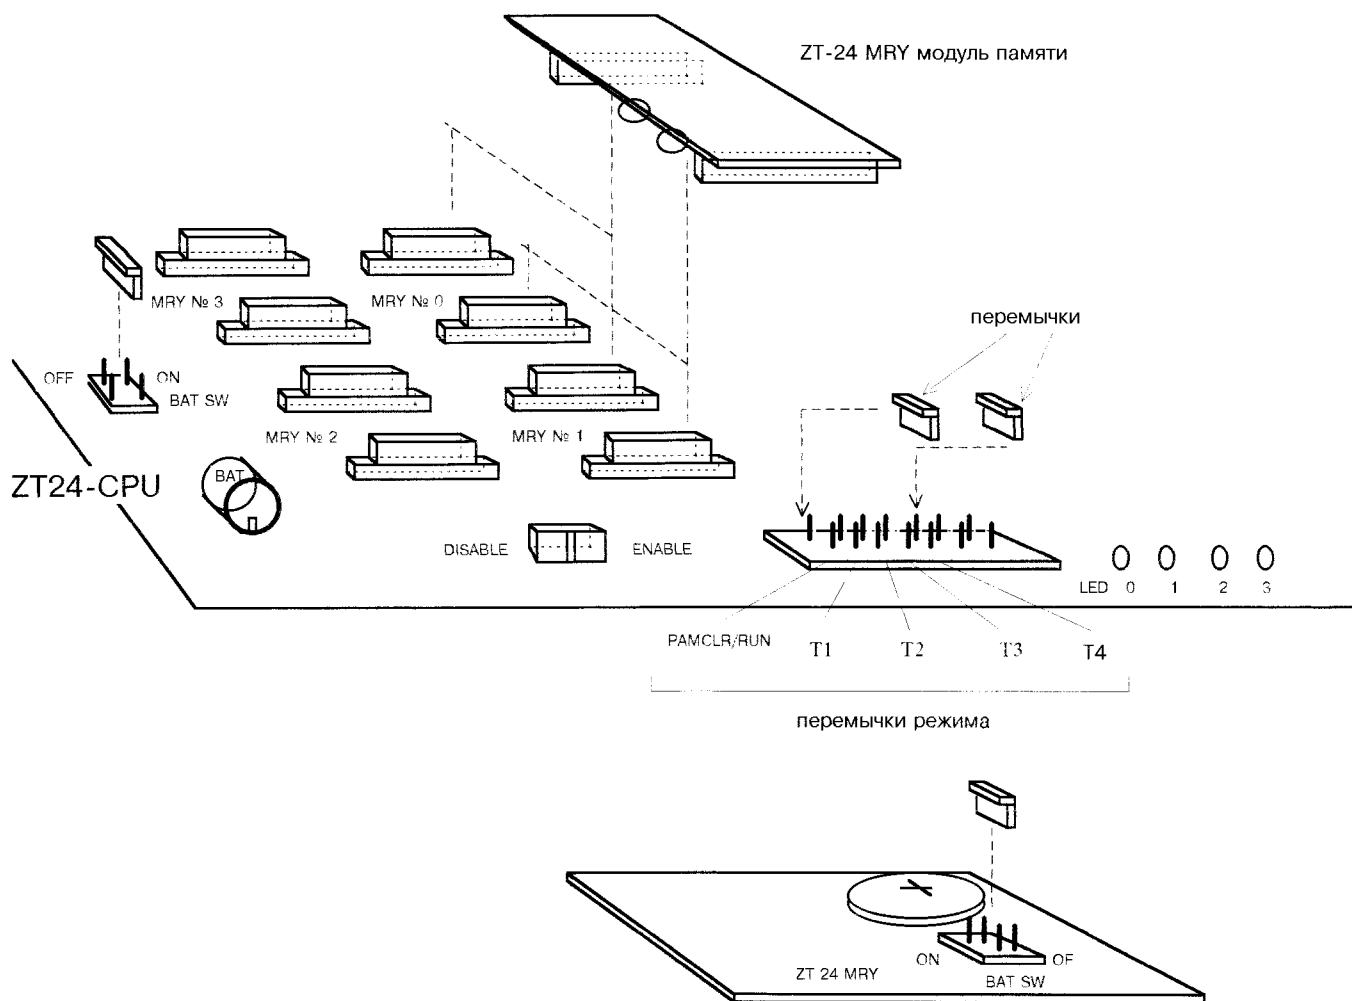

Рис.16. Элементы индикации и переключатели карты CPU.
5.2. Подключить батареи автономного питания памяти MRV и схемы часов. Для этого переставьте переключатели на MRV и на карте CPU, обозначенные BAT SW из положения OFF в положение ON. Расположение элементов и переключателей приведено на рис.16.